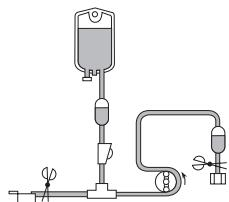

Fig.1/Abb.1/Εικ.1
3) Vul de arteriële bloedlijn met fysiologische zoutoplossing, eerst de kant van de verbinding met de vasculaire toegang en vervolgens de kant van de verbinding met de dialysator. Klem beide uiteinden van de arteriële slang vast. (Fig. 1)